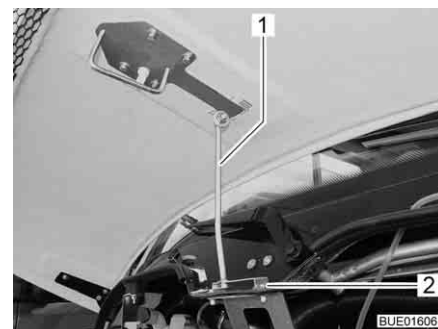

Fig. 41 Appui capot moteur (Viseo)
*Sécuriser (Viseo) :* ■ Déplier l'appui (Fig. 41,1) et l'accrocher dans le support (Fig. 41,2).